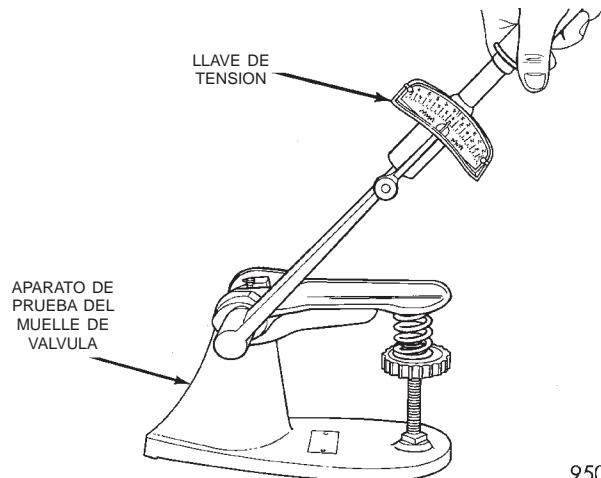

Fig. 97 Prueba de muelle de válvula
(1) Siempre que se han retirado las válvulas para realizar una inspección, rehabilitación o reemplazo, debe realizarse una prueba de los muelles de válvula con la Herramienta especial C-647. Como ejemplo, la longitud de compresión del muelle al que se le realiza la prueba es de 33,34 mm (1-5/16 pulg.). Gire el disco de apoyo del muelle hasta que la superficie esté alineada con la marca de 33,34 mm (1-5/16 de pulg.) del espárrago roscado y la marca del cero de la parte delantera del disco. Coloque el muelle encima del espárrago situado en el disco y levante la palanca de compresión para fijar la posición del dispositivo fónico (Fig. 97). Aplique la llave de tensión hasta que se oiga un chasquido. En ese momento, tome la lectura de la llave de tensión. Multiplique dicha lectura por dos. Esto le dará la carga del muelle en la longitud de prueba. Para ajustes más afinados, se indican en el disco mediciones con fracciones. Deseche los muelles que no cumplen con las especificaciones. Las siguientes especificaciones se aplican tanto para los muelles de válvula de escape como de admisión:
(2) Verifique que los muelles no estén deformados con una escuadra de acero y una plancha niveladora; verifique los muelles de ambos extremos. Si el muelle tiene un descuadre mayor que 1,5 mm (1/16 de pulg.), instale un muelle nuevo.